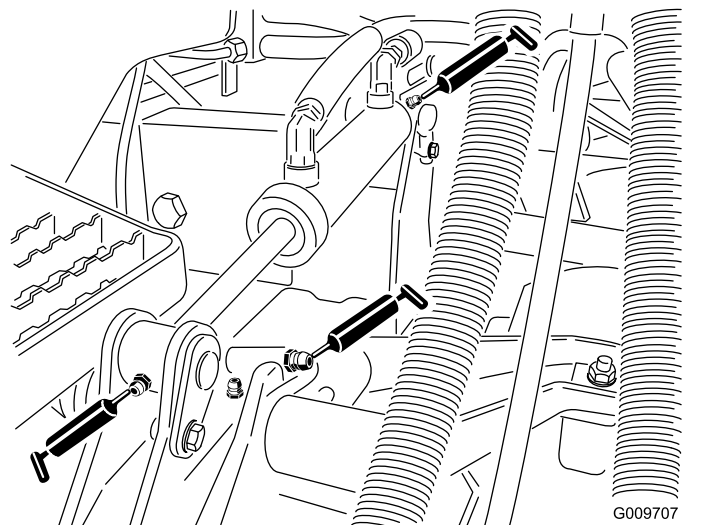

Bild 84
- Hubarmbüchsen (1 pro Mähwerk), wie in Bild 84 abgebildet
- Hubzylinder-Büchsen (2 pro Mähwerk), wie in Bild 84 abgebildet